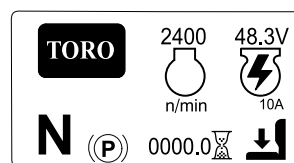

Figure 20
- **Écran d'information principal** (Figure 20) : affiche les données actuelles de la machine quand la clé est à la position CONTACT.